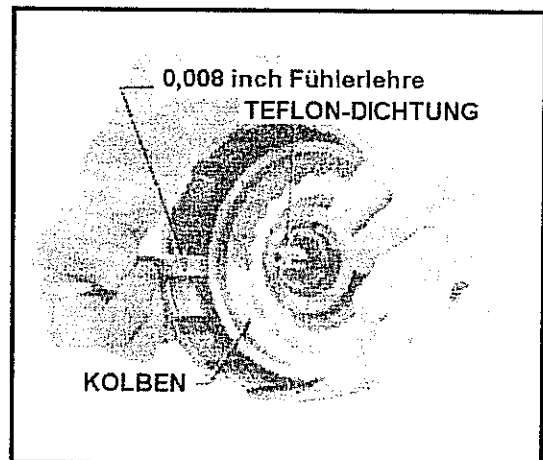

Abb. 10-100 Montage des Betätigungskolbens der Kupp. Vorwärtsfahrt
- Die Baugruppe des Kolbens unter Verwendung einer dünnen Fühlerlehre als Hilfsmittel im Kupplungsgehäuse einsetzen. Siehe hierzu Abb. 10-100.